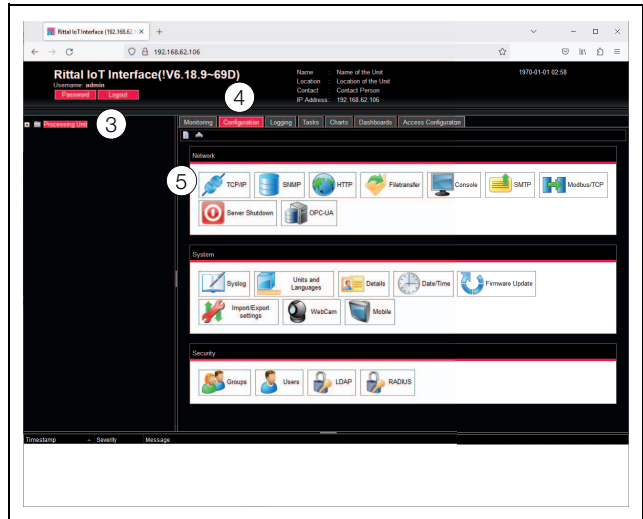

Abb. 11: Anpassen der TCP/IP-Einstellungen
- Klicken Sie im linken Teilbereich des Übersichtsfensters (Navigationsbereich) auf den Eintrag **Processing Unit** (Abb. 11, Pos. 3) und im rechten Teilbereich (Konfigurationsbereich) die Registerkarte **Configuration** (Abb. 11, Pos. 4).
- Klicken Sie im Gruppenrahmen **Network** auf die Schaltfläche **TCP/IP** (Abb. 11, Pos. 5).